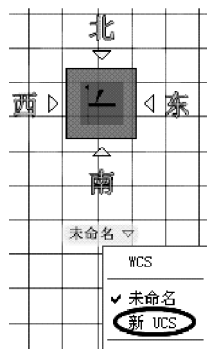

图 11-4 新建 UCS
1) 菜单栏: 选择【常用】选项卡|【坐标】面板|【新建 UCS (W)】命令。
2) 工具栏: 单击 UCS 工具栏上的任一按钮或者单击视图右上角 ViewCube 工具栏下方 WCS 下拉菜单中的【新 UCS】, 如图 11-4 所示。